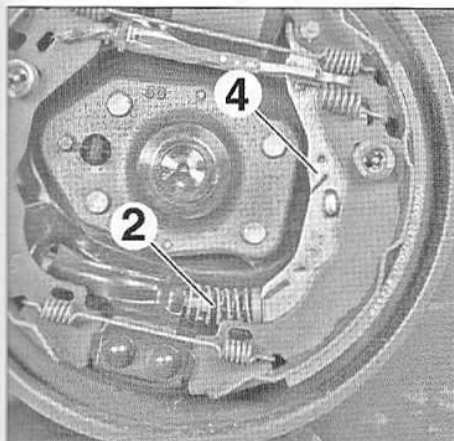

FIG.49
- Défaire le câble (2) du levier (4) (Fig.49).
- Déposer les câbles (2).